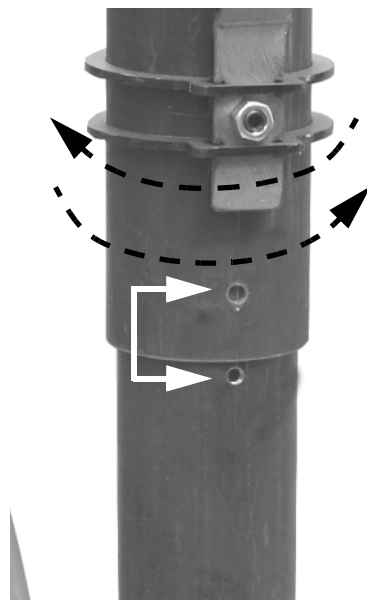

Fig. 17
- 2 Bajar la parte final de la cabeza de combustión, moviendo la con una ligera rotación alternada hasta que los agujeros indicados coincidan (Fig. 17) y fijar el tornillo indicado en Fig. 18.